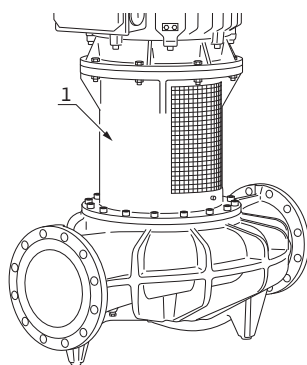

Fig. 36: Localização da placa de identificação da bomba
A Fig. 36, pos. 1 mostra a localização da placa de identificação da bomba.